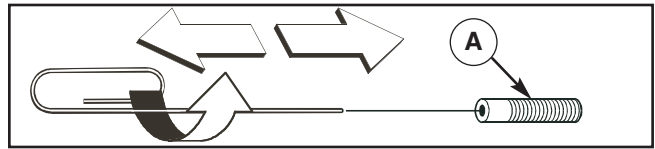

Figura 18 – Limpiar la boquilla
- Use un pequeño sujetapapeles para liberar cualquier material extraño que esté tapando la boquilla (A) (Figura 18).